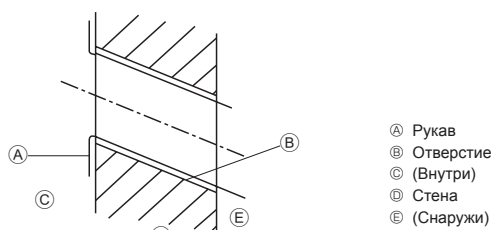

Fig. 3-4
- Ⓐ Монтажная плита ①
3.2.2. Сверление отверстия для труб (Fig. 3-4)